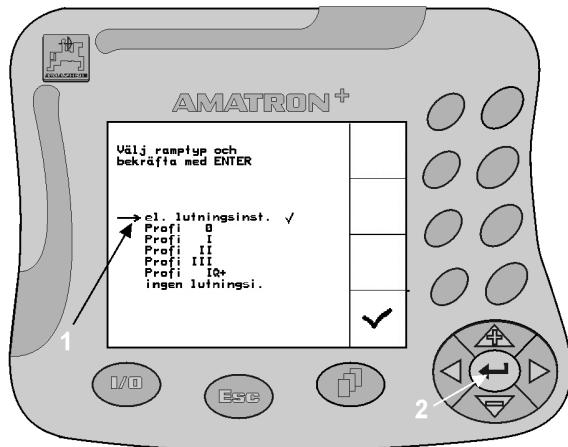

Fig. 16
1. Placera urvalspilen (Fig. 16/1) med hjälp av knapparna  resp.  vid önskad utrustning.
2. Tryck på  (Fig. 16/2), för att bekräfta vald utrustning för **AMATRON +**.